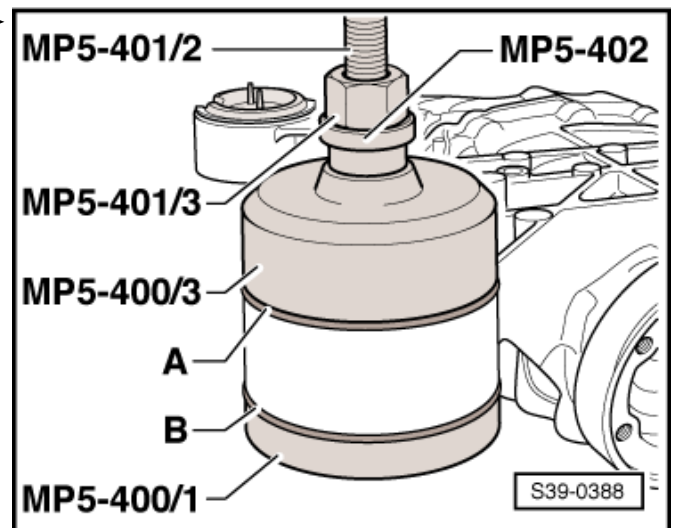

Abb. 4: Lager „vorn unten“ ausziehen
- ☐ ausbauen ⇒ Abb. 4 in **39-6** Seite 8
Wenn das Lager einzeln ersetzt werden soll, kann es auch mit der Gegenstütze -napø. Kukko22/1- und dem Innenauszieher 12 bis 14,5 mm -Kukko21/1- ausgezogen werden ⇒ Abb. 4 in **39-6** Seite 8